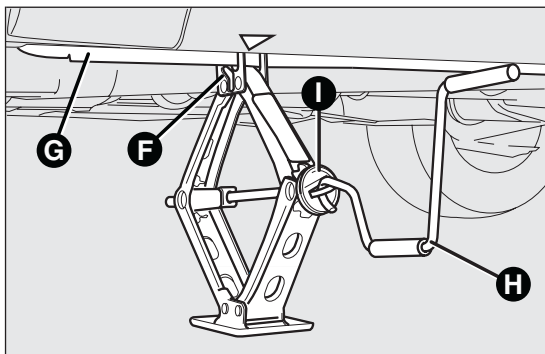

fig. 99
- tourner la manivelle du cric de manière à l'ouvrir partiellement fig. 99 ;
- s'assurer que la rainure F fig. 99 du cric est bien fixée sur l'ailette G fig. 99 du longeron ;
- introduire la manivelle H fig. 99 dans le dispositif I fig. 99 du cric pour soulever la voiture, jusqu'à ce que la roue se soulève du sol de quelques centimètres. En actionnant la manivelle, s'assurer qu'elle tourne librement sans risque de s'écorchier la main contre le sol. D'autres parties du cric en mouvement (vis et articulations) peuvent provoquer des lésions : éviter de les toucher. Éliminer soigneusement toute trace de graisse de lubrification qui se serait déposée sur la peau ;